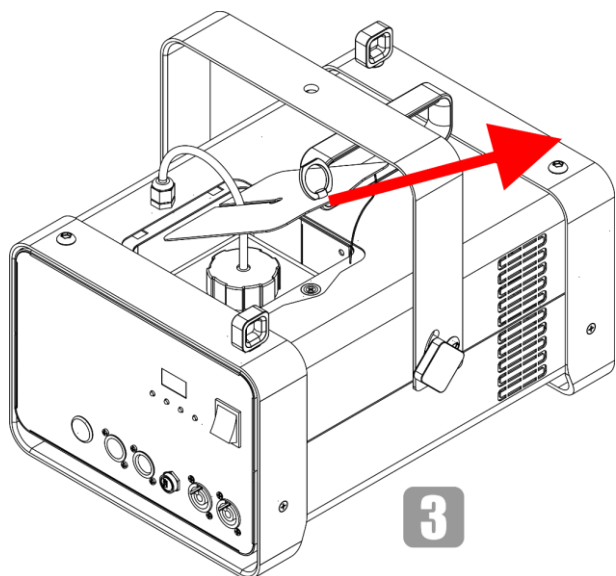

Fig. 23
- 03) Togliere il coperchio di servizio, come mostrato nella Fig. 23.